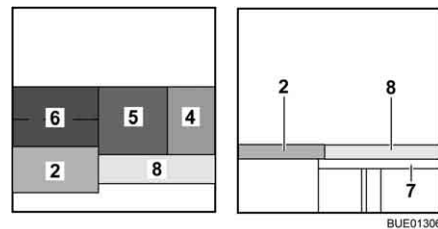

Fig. 134 Depois da transformação
- Coloque o estofa do assento (Fig. 134,5) no meio.
- Coloque o estofa do encosto (Fig. 134,4) entre o estofa do assento e a parede.
- Suspenda o acrescento da cama (Fig. 134,7) nos apoios dos bancos arca.
- Coloque o estofa adicional (Fig. 134,8) sobre o acrescento da cama.